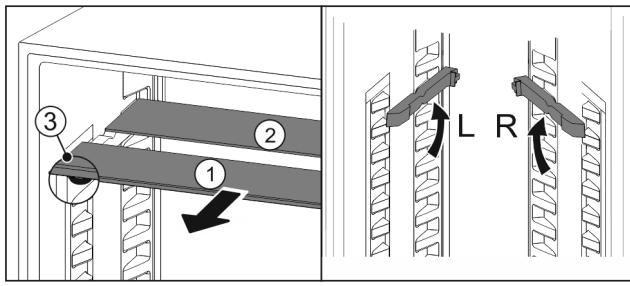

Fig. 48
- Steklene plošče posamično izvlecite Fig. 48 (1) naprej.
- ▷ Steklena plošča Fig. 48 (1) z okrasno letvijo je spredaj.
- ▷ Zaustavljalniki Fig. 48 (3) so obrnjeni navzdol.